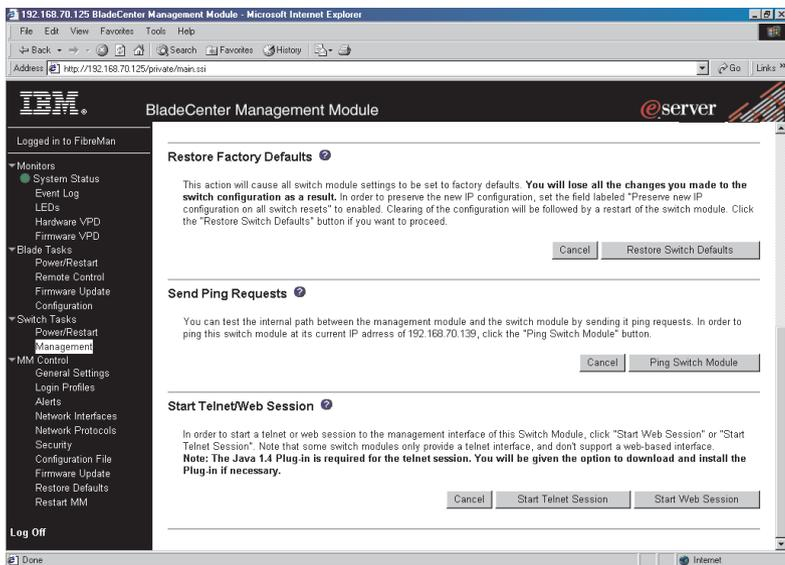

Figura 13. Janela Switch Management - Advanced
7. Role para baixo e clique em **Advanced Switch Management**. Uma janela semelhante àquela na Figura 13 na página 33 é aberta.